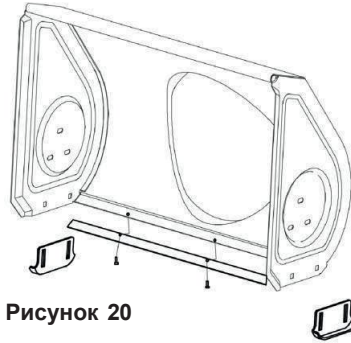

Рисунок 20
2. Установите новые ограничительные башмаки, и затяните четыре болта (по два с каждой стороны) и шестигранные гайки. См. Рисунок 20.
2. Установите новую режущую пластину так, чтобы головки болтов были внутри корпуса. Крепко затяните. См. Рисунок 20.